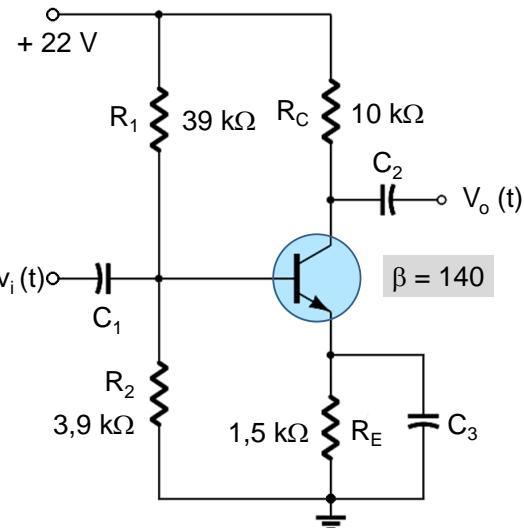

Figura 7.
- Determinar o ponto de operação DC para o circuito da Figura 7, considerando-se o ganho  $\beta = 140$ , empregando a ANÁLISE EXATA (parâmetros de Thévenin).
- Qual é o critério para o uso da polarização por divisor de tensão utilizando a análise aproximada? Este método pode ser utilizado no circuito da Figura 7?
- Se for possível utilizar a ANÁLISE APROXIMADA para o circuito da Figura 7, determinar a variação percentual no ponto quiescente. Desenhar também a reta de carga.